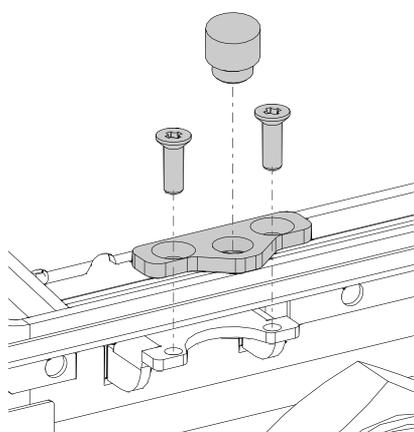

Fig. 35 Centraggio piano cottura in vetroceramica
- Montare il centraggio sulle mensole della caldaia (Klassik + Premium) e sulle mensole dell'elemento forno (solo Premium) con viti a testa svasata seguendo lo schizzo, Fig. 35.